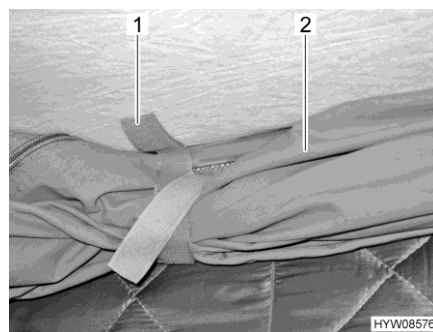

Fig. 48 Lengüetas de sujeción
- Soltar las lengüetas de sujeción (Fig. 48,1) en la lona enrollada (Fig. 48,2).
- Enrollar la lona (Fig. 48,2) y retenerla con las lengüetas de sujeción (Fig. 48,1).